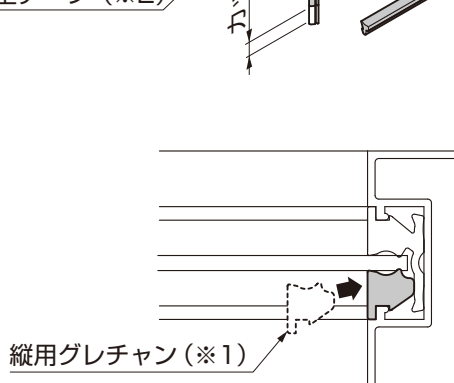

図7-8
- ⑤①で裂いた縦用グレチャン(※1)を横格子にはめ込んでください。(図7-8参照)